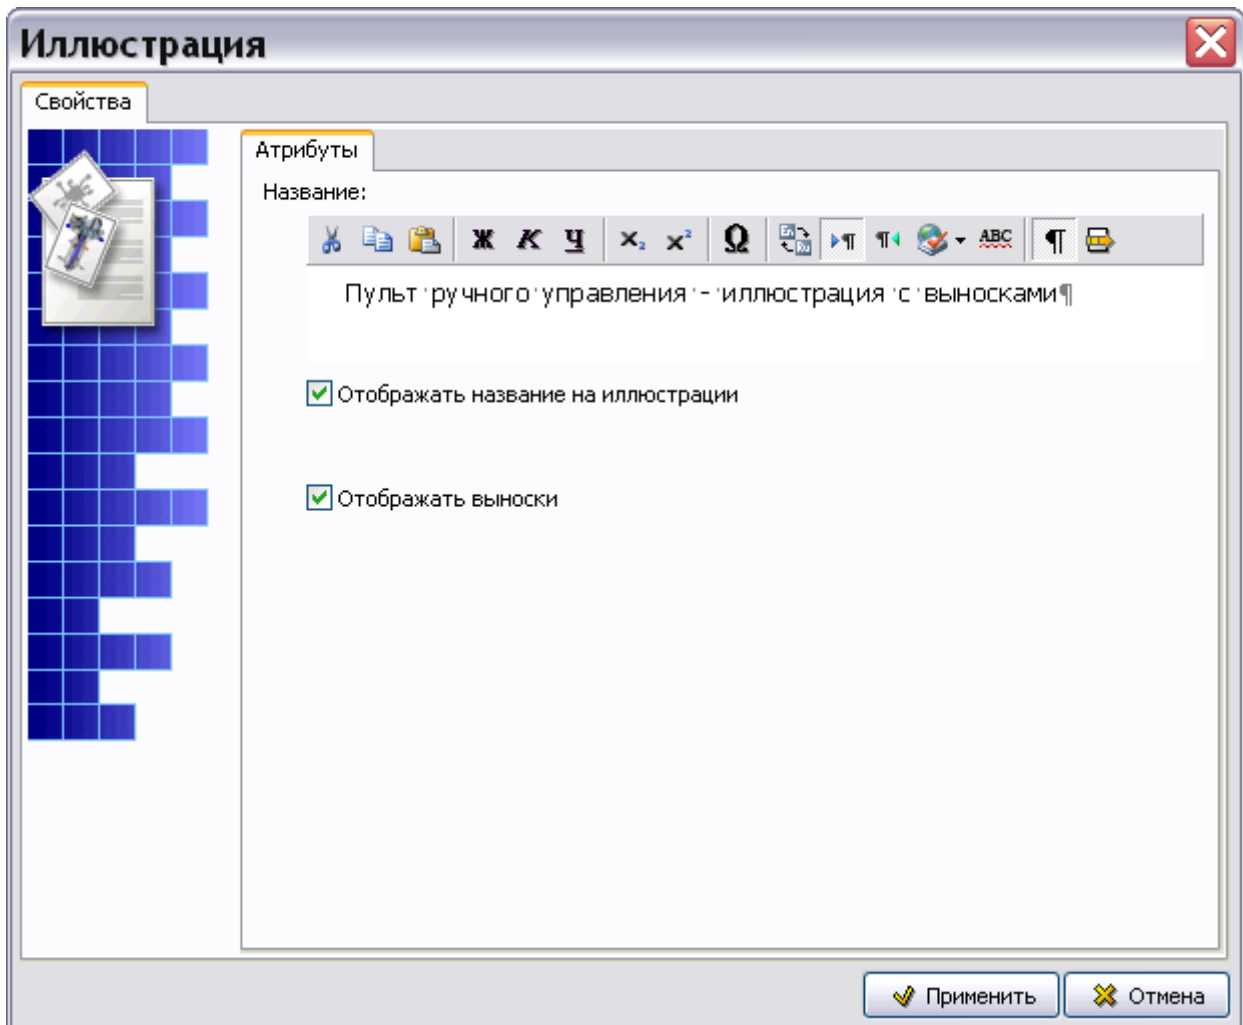

Рис. 6.56
2. Нажмите на кнопку **Иллюстрация** . При этом откроется окно **Иллюстрация** (Рис. 6.56).